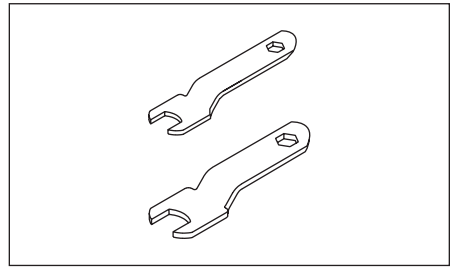

Figura 3 - Llaves
2. **Ajuste firmemente el mandil portapieza con llaves (incluidas con algunos modelos) (Vea la Figura 3 y 4).** Aplique una llave a la tuerca del mandril y la otra al eje. Gire la llave de la tuerca del mandril hacia la derecha, mientras al mismo tiempo gira la otra llave en la dirección opuesta, Asegúrese de que el vástago no quede posicionado incorrectamente.